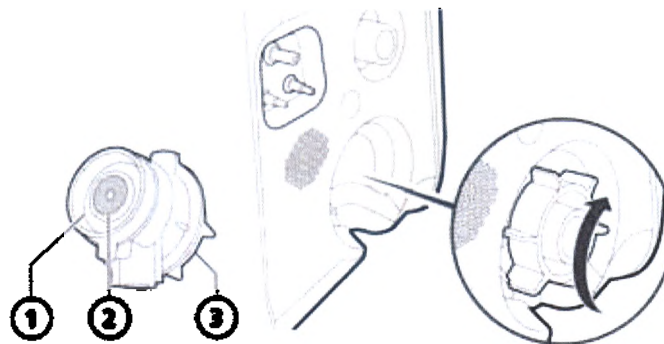

Рисунок 6-1. Установка неонатального клапана выдоха
1. Удерживая корпус клапана выдоха (рис. 6-1), установите силиконовую мембрану в корпусе.